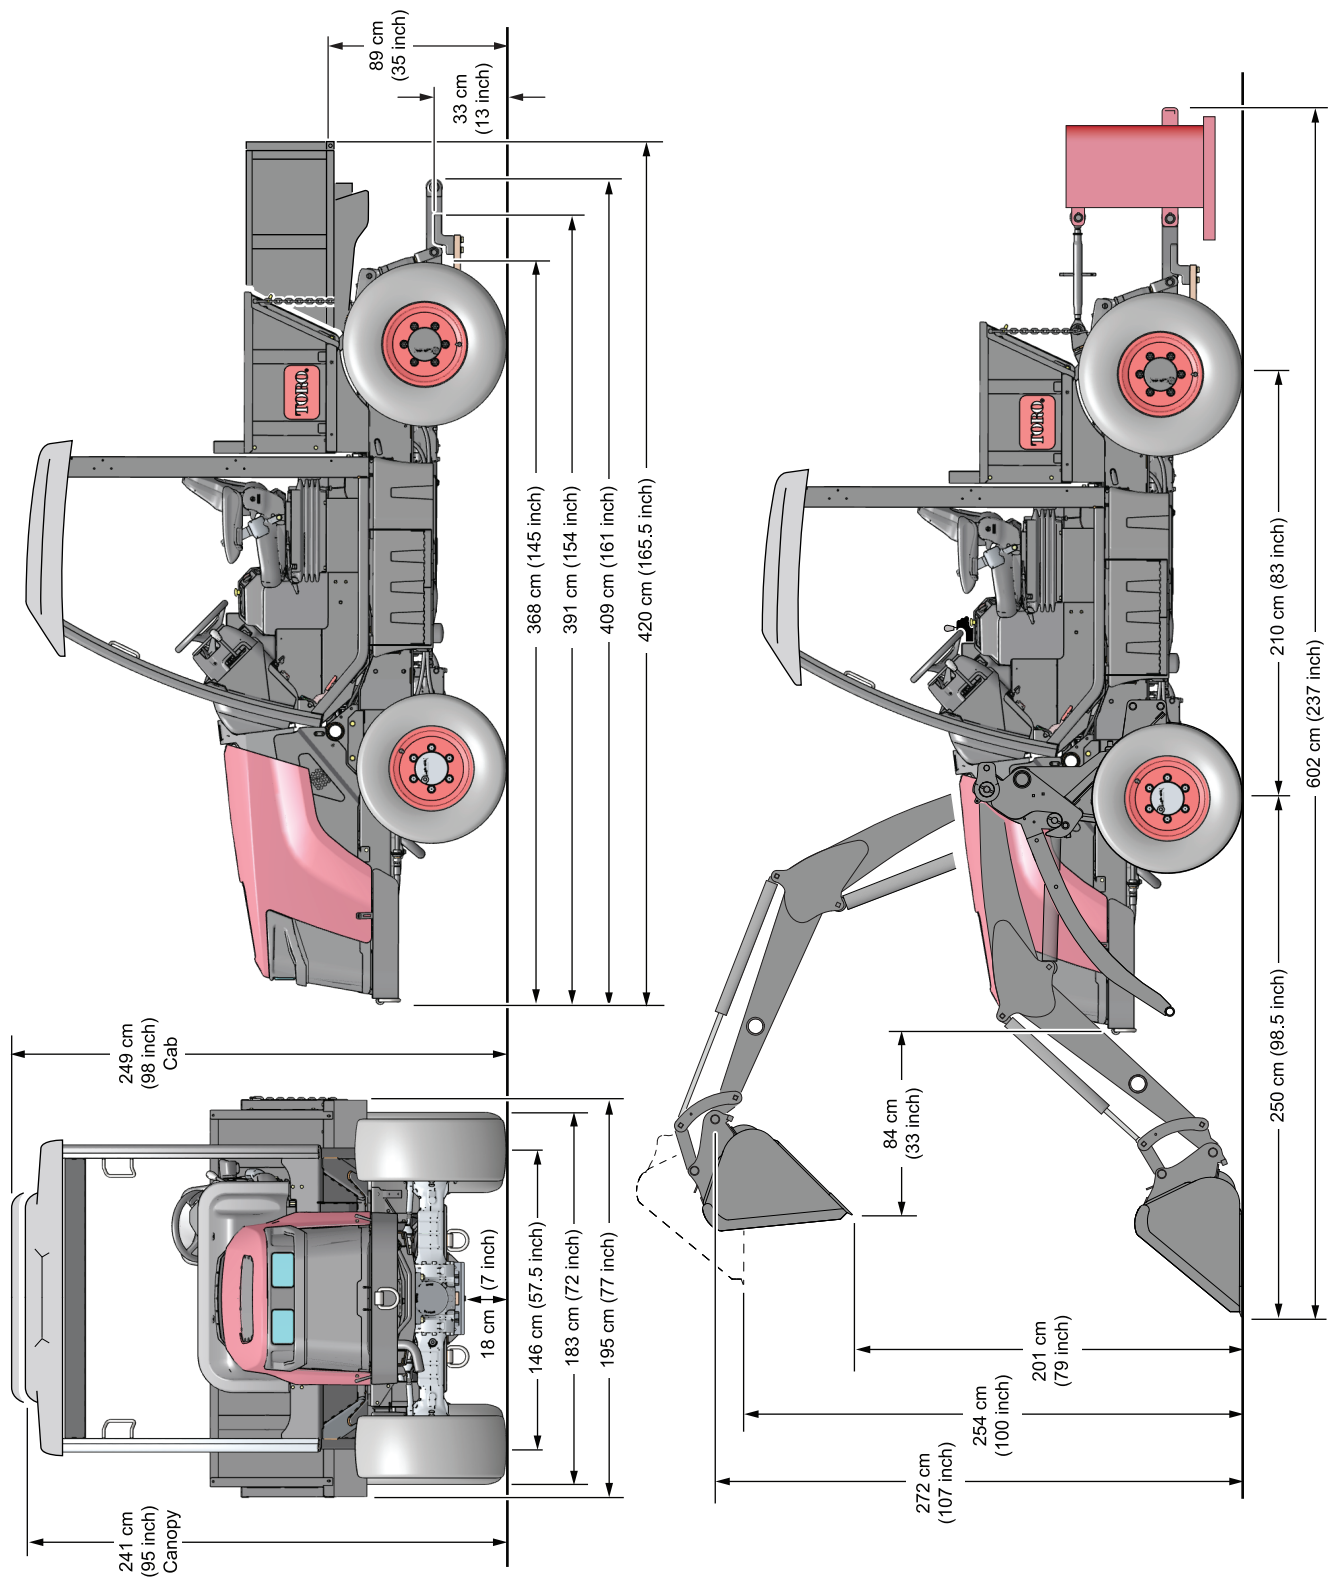

Рисунок 16
- Габаритные размеры машины см. на Рисунок 16.